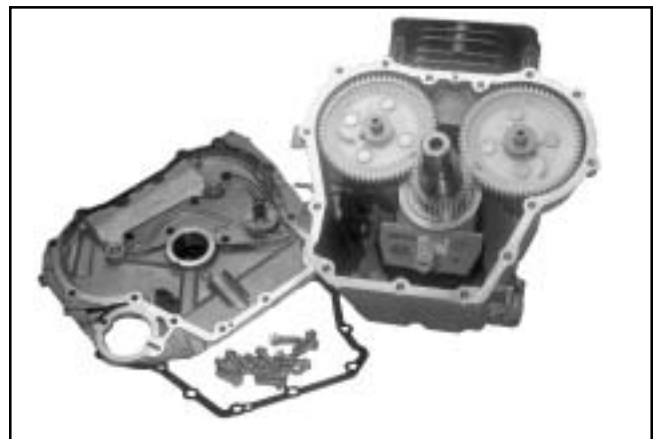

Figura 8-36. Placa de cierre y junta desmontadas del cárter.
3. Extraiga la placa de cierre con su junta. Ver Figura 8-36.